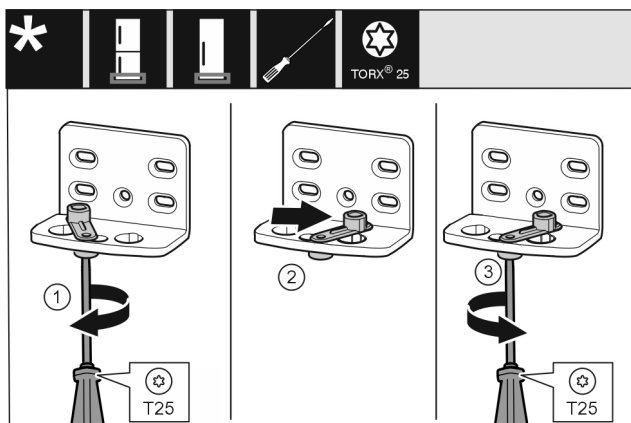

Fig. 17 *
- Odvijačem labavo uvrnite vijak Fig. 17 (1).*
- Podignite pomagalo za zatvaranje vrata Fig. 17 (2) i okrenite ga za 90° nadesno u provrt.*
- Odvijačem pritegnite vijak Fig. 17 (3).*